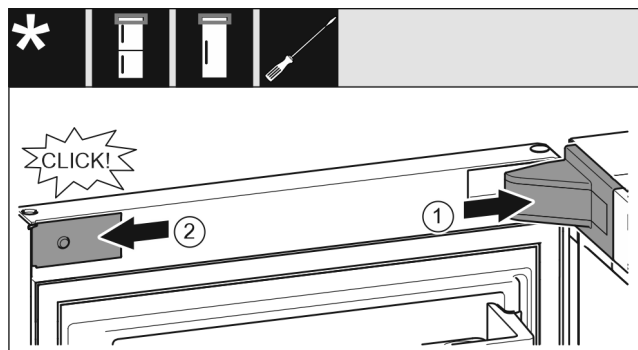

Fig. 33
- ▶ Poser et enclencher le cache du support de palier, l'introduire en appuyant délicatement. Fig. 33 (1)
- ▶ Mettre en place le cache latéralement et l'enclencher. Fig. 33 (2)